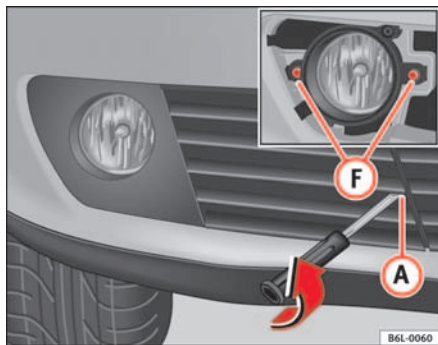

Fig. 150 Phares antibrouillard
- Démontez les deux vis de fixation (F) ⇒ fig. 150 et une fois libéré déconnectez le connecteur.
- Démontez la grille, en retirant la vis (A) ⇒ fig. 150, tirez soigneusement de la grille du côté de la vis et libérez le cache.